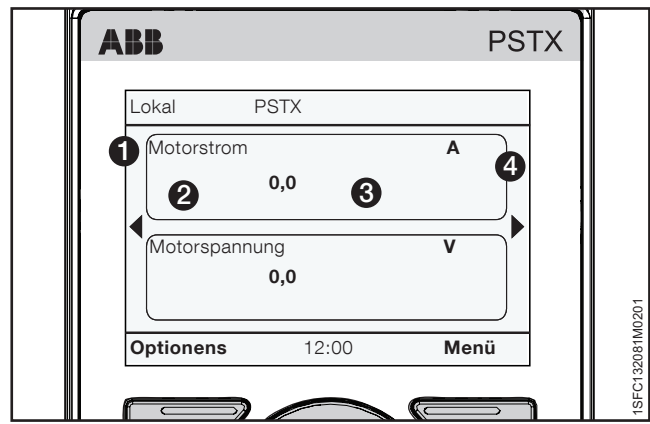

Abbildung 6.21
**Min. Signal anzeigen als** - Drücken Sie auf , um den skalierten Mindestwert in der Startansicht auszuwählen. Ändern Sie den Wert mithilfe der Navigationstasten. Drücken Sie auf , um den Wert zu speichern. Siehe **3** in **Abbildung 6.21**.
**Max. Signal anzeigen als** - Wählen Sie den skalierten Höchstwert aus, der in der Startansicht angezeigt werden soll. Ändern Sie den Wert mithilfe der Navigationstasten. Drücken Sie auf , um den Wert zu speichern. Siehe **3** in **Abbildung 6.21**.
**Anzeige-Einheit** - Geben Sie die Einheit ein, die in der Startansicht angezeigt werden soll. Sie können eine Einheit mit bis zu 10 Zeichen eingeben. Ändern Sie die Anzahl mithilfe der Navigationstasten. Drücken Sie auf , um den Einheitenamen für die Startansicht zu speichern. Siehe **4** in **Abbildung 6.21**.